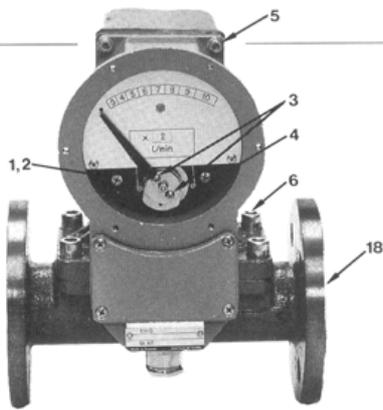

Fig. 4
Modification du réglage des contacts Voir fig. 4, 6 et 8.
1. Rotation de l'indicateur. Voir fig. 4.
Voir fig. 4.